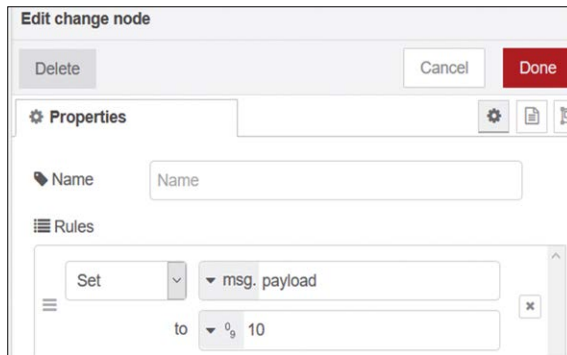

Figure 4.17 Créer un nœud de changement
- Créer un **changement** et définissez le msg.payload à 10 (ceci est les degrés Celsi- us) comme indiqué dans la Figure 4.17. Cliquez **Terminé**